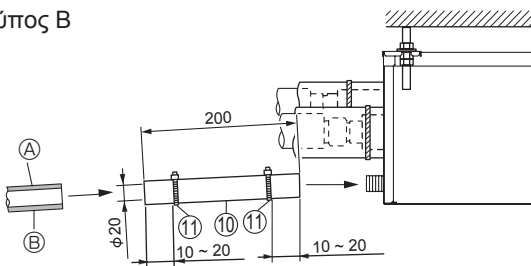

Fig. 8-1
- (1) Τυλίξτε με αυτοκόλλητο PVC (θα το προμηθευτείτε από το εμπόριο) την ένωση του σωλήνα αποστράγγισης με το καύκι διακλάδωσης και πιέστε το συνδεδεμένο εύκαμπτο σωλήνα ⓑ στην ένωση όσο πάει. (Fig. 8-1)
- (2) Βάλτε ένα σωλήνα από σκληρό PVC (VP-16, θα τον προμηθευτείτε από το εμπόριο) μέσα στο συνδεδεμένο εύκαμπτο σωλήνα ⓑ, κολλήστε τους μαζί και στερεώστε τους. (Fig. 8-1)
- (3) Τοποθετήστε μια στεφάνη στερέωσης ⓑ στο συνδεδεμένο εύκαμπτο σωλήνα αποστράγγισης ⓑ. (Fig. 8-1)